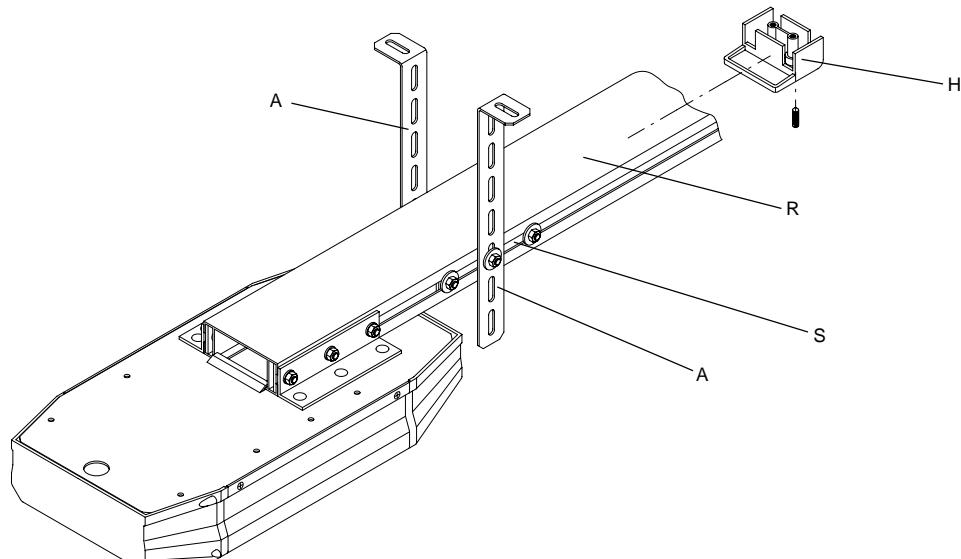

Fig.4
3.2 Inserire le staffe di attacco al soffitto A nella rotaia R il più vicino possibile al motore e serrarne i dadi (fig. 4).
3.2 Insert the ceiling connection flasks A into the rail R as closest as possible to the motor and tighten its nuts (fig. 4).
3.2 Die Anschlußbügel A an die Decke in der Schiene R so nah wie möglich am Motor anbringen und ihre Muttern anziehen (Bild 4).
3.2 Insérer les pattes de fixation au plafond A dans le rail R le plus près possible du moteur et serrer les écrous (fig. 4).
3.2 Insertar las pletinas de anclaje al techo A en la guía R lo más cerca posible del motor y apretar las tuercas (fig. 4).